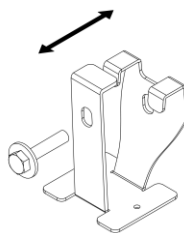

Рисунок 10 – Крепление трос.
5.9.3. Оденьте крепления на трос. При необходимости разведите лепестки крепления (см. рисунок 10).